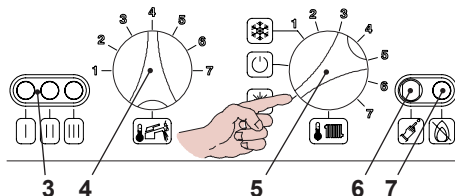

Figura 2.3
- Ruotate il selettore 5 come in Figura 2.3; la lampada di segnalazione 3 lampeggia ad intermittenza circa ogni 2 secondi.